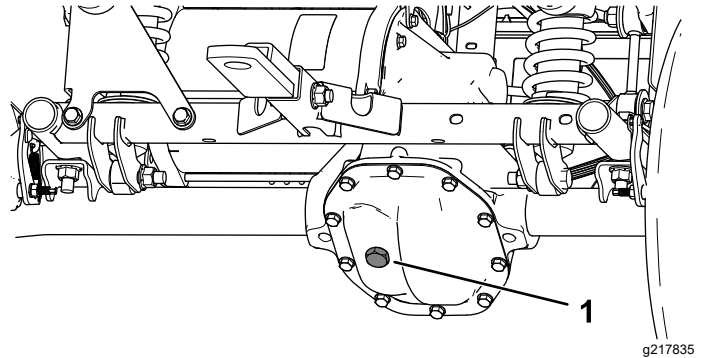

Bild 49
4. Entfernen Sie die Füllschraube am Getriebe (**Bild 49**).
5. Wenn der Ölstand niedrig ist, nehmen Sie die Füllschraube ab und füllen Sie die angegebene Ölsorte ein, bis das Öl aus dem Loch ausläuft (**Bild 49**).
4. Entfernen Sie die Füllschraube am Getriebe und füllen Sie das Getriebe mit Öl der angegebenen Sorte, bis es aus dem Füllloch ausläuft (Bild 49).